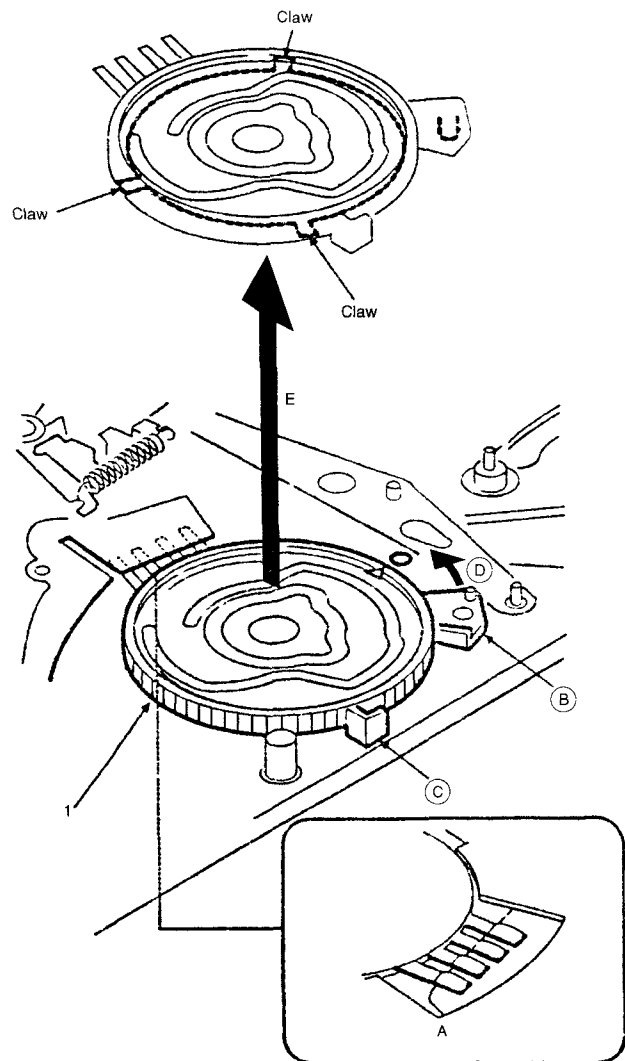

Рис. 7. Демонтаж программного переключателя
Этап 6 – демонтаж программного переключателя (1) производят после выполнения этапов 1...5, ориентируясь на рисунок 7. Удаляют пайку с обратной стороны контактов программного переключателя А. При этом необходимо придерживать ползун GL и рычаг GL, чтобы они не выпали. Осторожно приподняв верхнюю часть В и захватив пинцетом часть С, повернуть программный переключатель в направлении стрелки Д и извлечь его в направлении стрелки Е. Устанавливают программный переключатель в обратном порядке, таким образом, чтобы три фиксатора (claw) вошли в соответствующие отверстия на шасси.